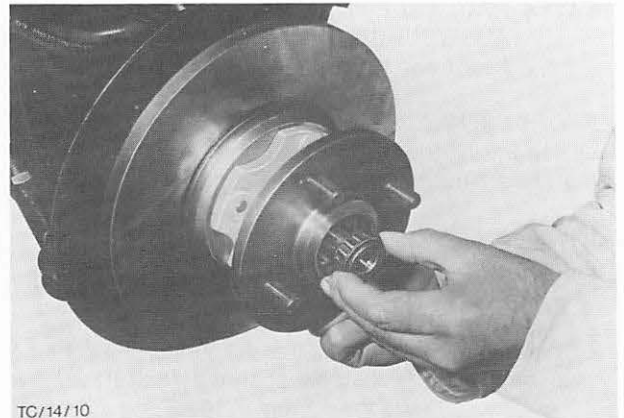

Abb. 62 Äußeres Radlager montieren
8. Nabe und Bremsscheibe komplett auf den Achsstummel schieben (Radlager auf Zustand prüfen und ggf. erneuern). Äußeres Kegelrollenlager, Abb. 62, Druckscheibe und Einstellmutter montieren.